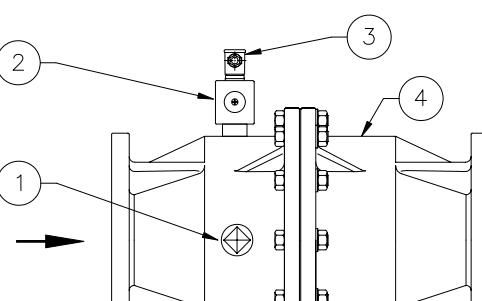

Fig. 3 Componenti elettrovalvola 500 mbar e 6 bar con attacchi DN 200
- Avec attaches DN 200 (Fig. 3)
### Avec attaches DN 200 (Fig. 3)
- Con attacchi DN 200 (Fig. 3) ruotare la manopola di riammo (1) in senso orario fino ad avvenuto aggancio.
- Con attacchi DN 200 (Fig. 3) ruotare la manopola di riammo (1) in senso orario\*
- With DN 200 connections (Fig. 3) turn clockwise the reset handgrip (1) up to the hooking.
- With DN 200 connections (Fig. 3) turn clockwise the reset handgrip (1)\*